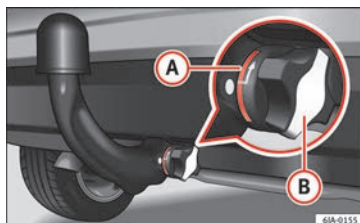

Fig. 200 Sujeción correcta de la barra de cabeza esférica.
- La marca roja **(A)** » » fig. 200 en la ruedecilla manual señala hacia la marca blanca en la barra de cabeza esférica.